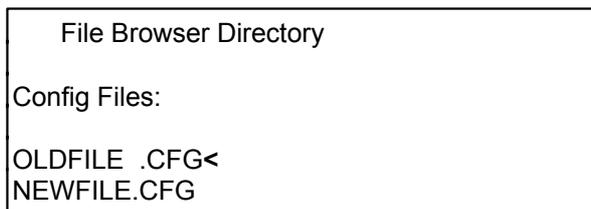

Рис. 4-16 Каталог файлов конфигурации (пример)
2. Нажать **YES** и **ENTER**. Прибор ищет на носителе данных файлы конфигурации и показывает их каталог. Если на носителе данных находится несколько файлов, то они перечисляются друг под другом; символ "<" указывает на файл, выбранный для загрузки (см. ниже). Если файл конфигурации не был найден, то в каталоге появляется сообщение "No Files Found". Каталог данных представляется как показано на рис. 4-16.